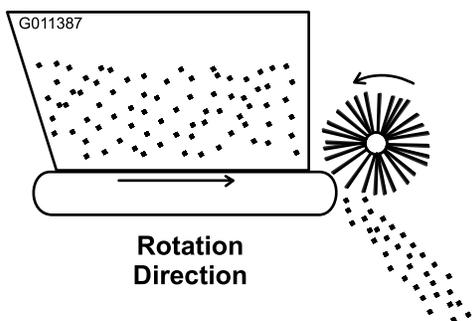

図 18
4. ワークマンのエンジンを始動し、コンベアとブラシの回転状態を確認する。リモート油圧装置のレバーをRUN位置にセットする。回転方向が図 18 のようになっていれば良い。回転方向が逆の場合には、クイックカップラの接続を入れ替える。